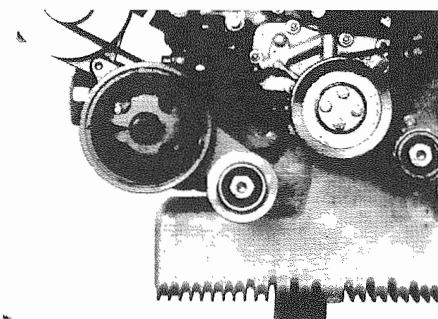

Fig. 15 - Dado fissaggio puleggia
- Allentare il dado ed estrarre la rondella elastica e la puleggia (Fig. 15). Rimuovere la chiave.
- Loosen the nut, take out washer and pulley (Fig. 15). Remove key.